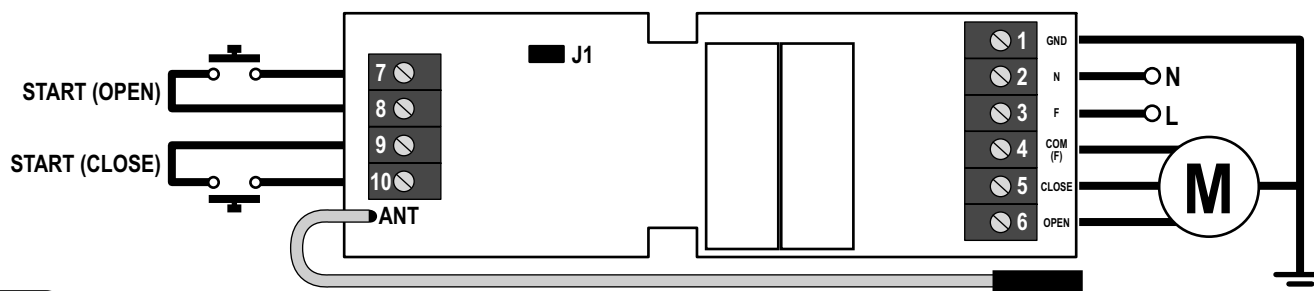

Fig.1
1. Sluit de knoppen aan zoals afbeelding 1 toont
2. Sluit 2 N.O.-knoppen aan zoals afbeelding 1 toont